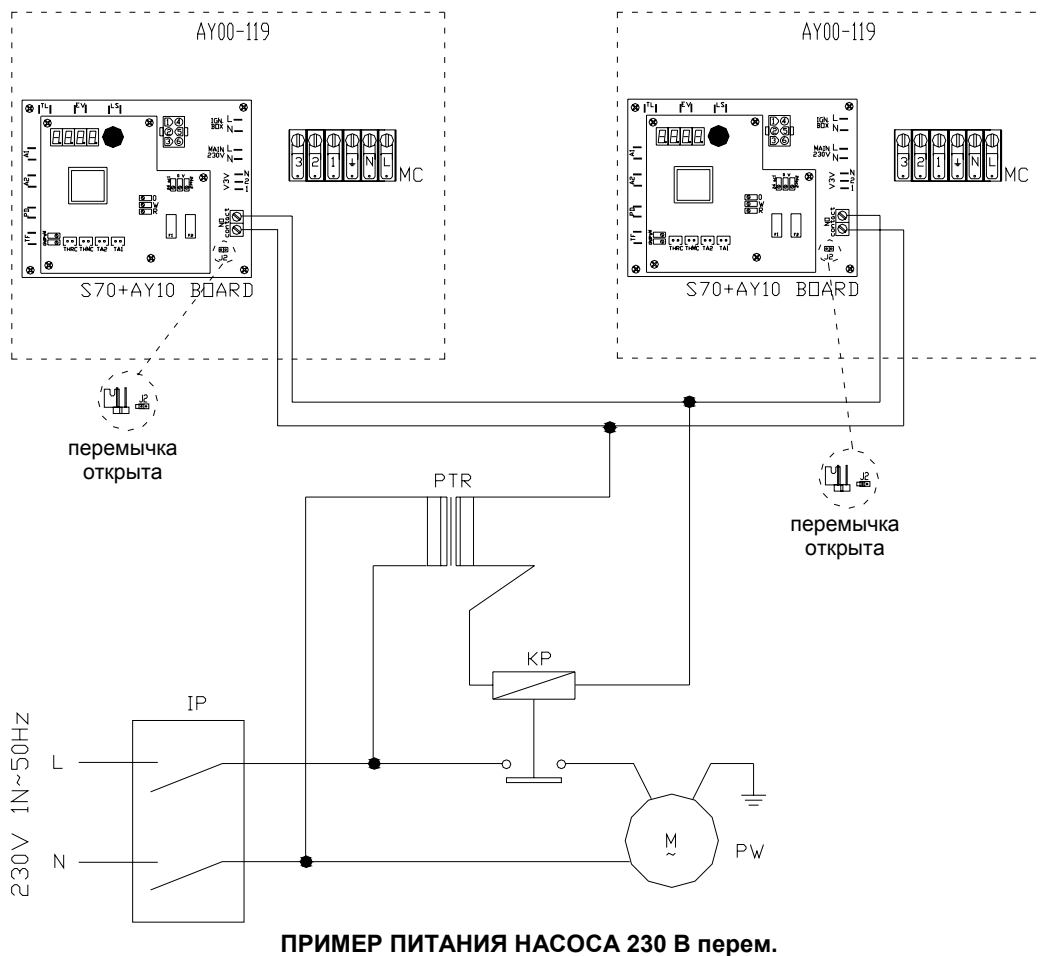

Рисунок 36 -Серия "AY": пример электрического соединения насос/аппараты с насосом 230 В перем., управляемым напрямую с аппаратов
- (пункт 5) "... открыть переключку J2, разместив как показано в детали "переключка открыта" на Рисунок 36".
Соединение в системах с 1 насосом 230 В перем. и 2 аппаратами "AY" выполняется следующим образом (Рисунок 36):
Предусмотреть в наружном электрощите, подготовленном монтажником рядом с аппаратом, внешний двухполюсный выключатель ("IP") с соответствующей защитой, защитный вторичный трансформатор SELV ("PTR") и соответствующее контрольное реле ("KP"). Сммотри Рисунок 36.
2. Подготовить кабель, подходящий для данного соединения (пример Рисунок 36).
3. Внутри электрощита аппаратов: найти зажимы "NO Contact" на схеме "S70" и выполнить соединения как показано на Рисунок 36.
4. Найти переключку "J2" на схеме "S70" (расположена внизу справа, под контактами "NO Contact") и установить ее как показано в детали "переключка открыта" на Рисунок 36.
В случае соединения между 1 насосом и несколькими аппаратами, необходимо всегда предусматривать вторичный защитный трансформатор SELV (деталь "PTR" на Рисунок 36) и соответствующее контрольное реле ("KP").
- (пункт 5) "... открыть перемычку J2, разместив как показано в детали "перемычка открыта" на Рисунок 36".